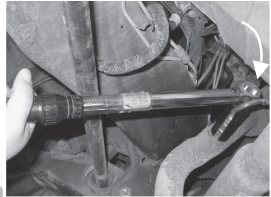

Fig. 3
2. Monter sensoren og stram til med fingrene for at placere tætningsringen korrekt. Sørg for, at du ikke skruer sensoren skævt i gevindet. Brug en passende top og en momentnøgle til at spænde sensoren fast til 38-46 newtonmeter (28-34 fodpund) (Fig. 3)
2. Dra åt sensorn med fingrarna för att få packningen på plats. Var noga med att inte korsänga. Dra fast sensorn med ett moment på 38-46 Newtonmeter (28-34 footpound) (fig. 3) med lämplig syrgassensornnyckel och en momentnyckel.